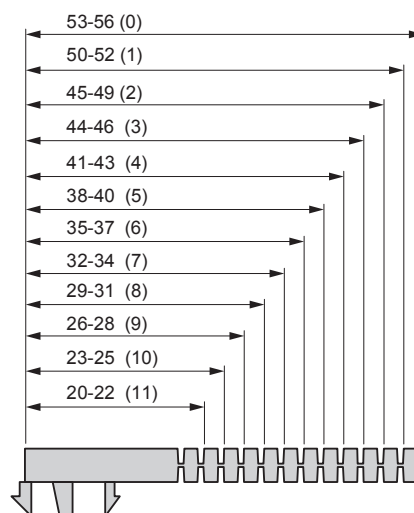

Fig. 11.
Eks.: 41–43 (4) angir intervall for glasstykkelse og antall strips som klippes bort. Fig. 11.